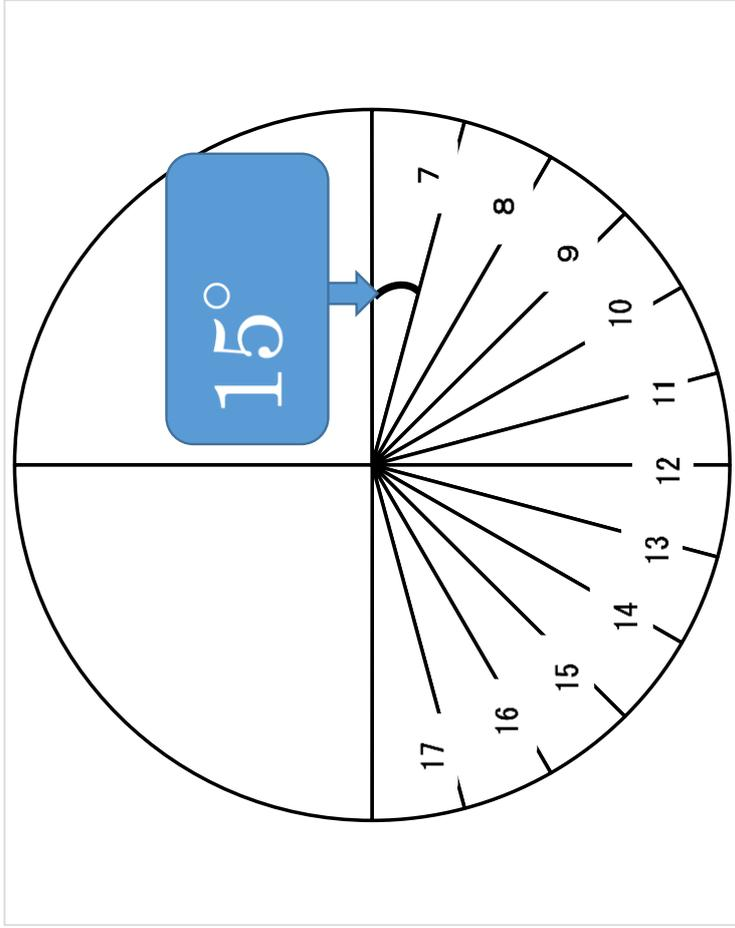

図 1： 時計回りに数字を書いた文字盤の例
方法： ① 図 1 のように 紙に文字盤となる円（直径 12cm 程度）を描き、下半分に 15° 間隔で目盛りの線を引く。同じ物が 2 枚必要なので、完成したらコピーをとる。
② 文字盤に数字を記入する。時計回りに 7～17 までの数字を記入した物と反時計回りに 7～17 までの数字を記入した物と 2 枚作成する。
③ 厚紙の両面に文字盤をはりつけ、円の中心に、文字盤に垂直になるように細い棒を差し込む。棒の角度を自分がいる場所の緯度と同じになるように調節し、固定する。
④ 棒の方向が真北を向くように日時計を調節する。
⑤ 現在の時刻と太陽の影が示す時刻を記入する。